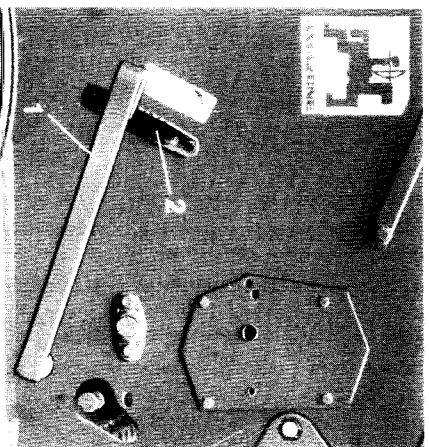

Fig. 1
- Het bodemkleppen-stelhendel (fig. 1/1) op de getandeplaat (fig. 1/2), in de stand "1" brengen.